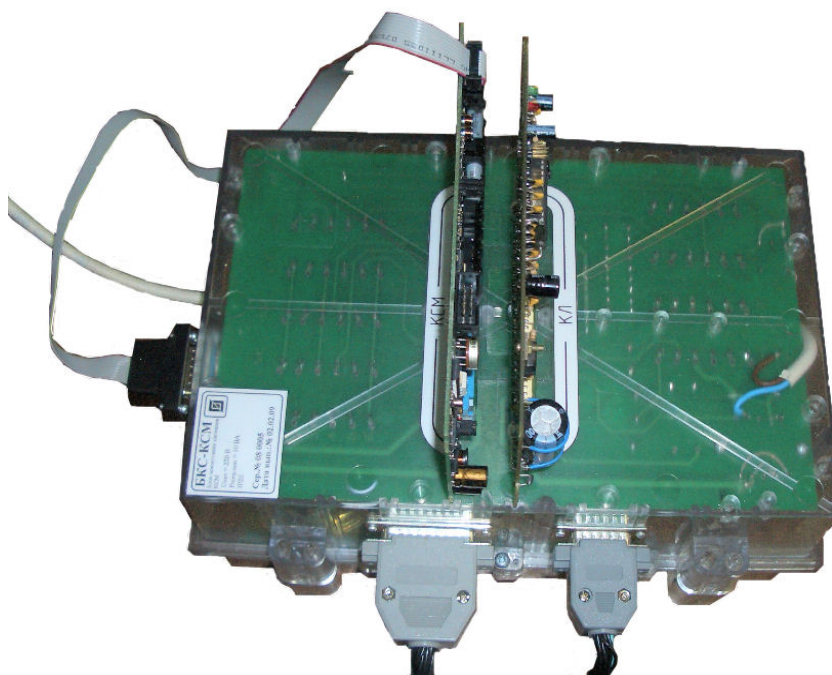

Рисунок 10 - Блок БКС-М с установленными контроллерами КСМ и КЛ
3. Установить контроллеры КСМ и КЛ в разъемы БКС-М с соответствующими обозначениями (рисунок 10).
4. Подключить к контроллеру КСМ шлейф дополнительных сигналов от БКС-М (рисунок 10).